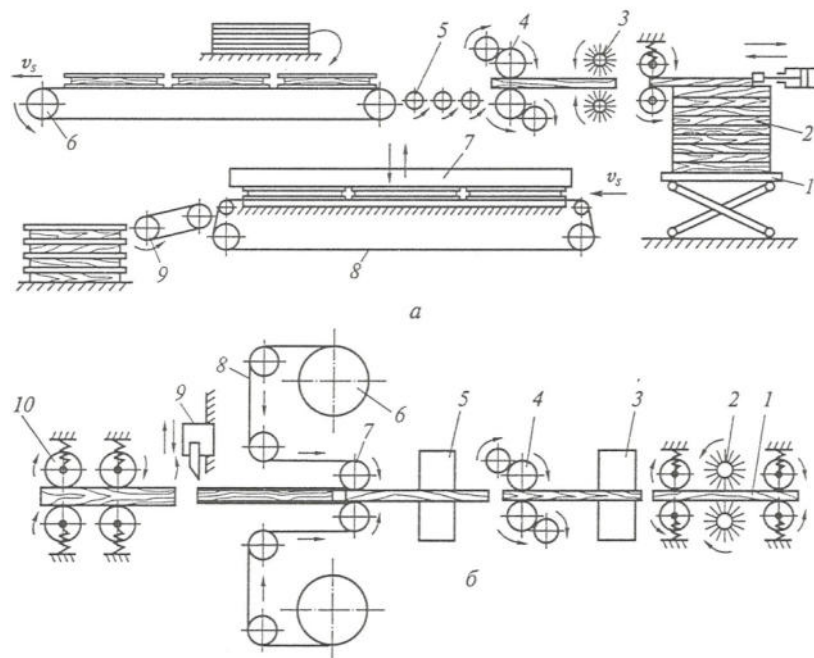

Рис.1 Схема станка для облицовывания пластей щитов
- 3.Вычертите схемы станков для облицовывания пластей щитов в однопролетных прессах и на линиях каширования (рис. 1 а) и б)) с указанием и расшифровкой конструктивных единиц